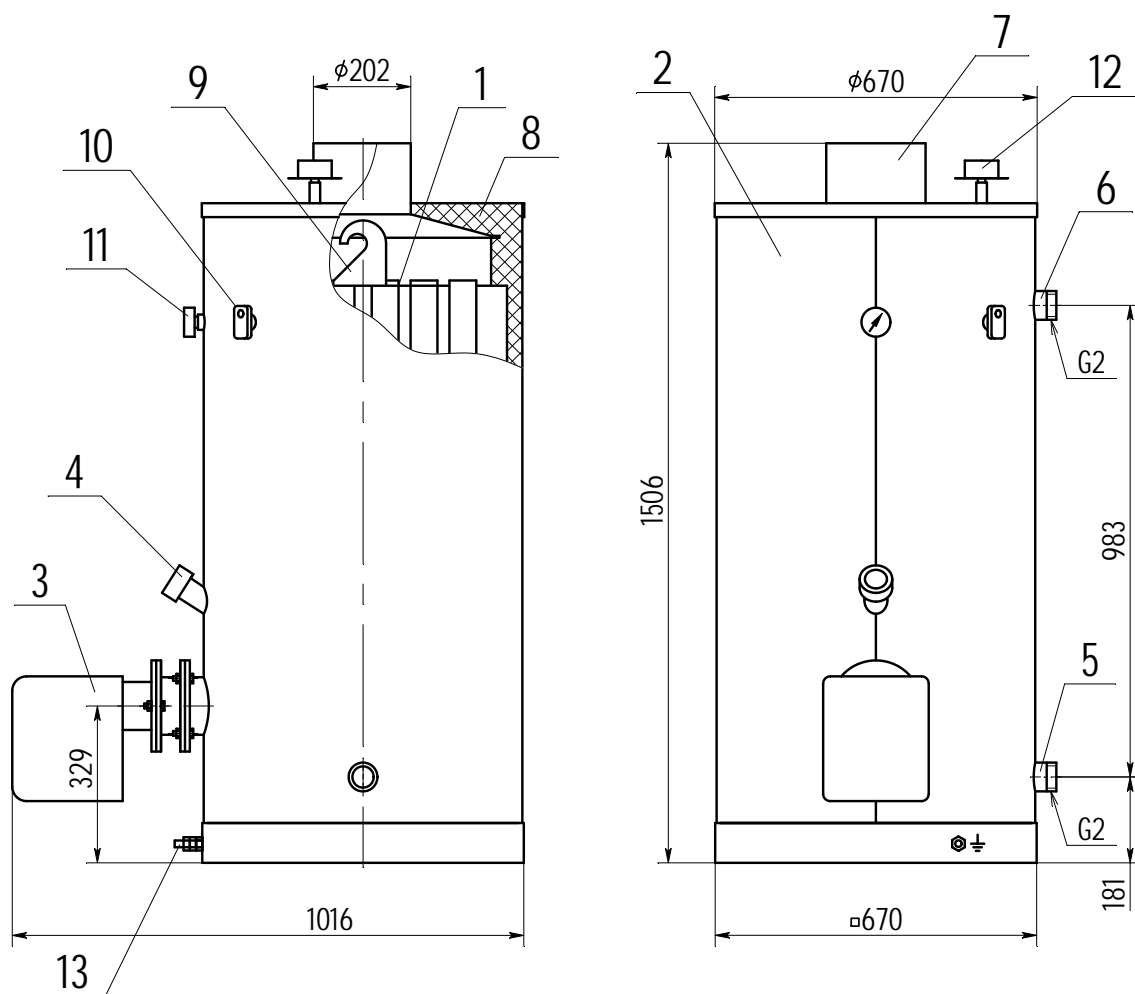

Рисунок 1
7.3. Установить с помощью термостата (поз.10, рис.1) необходимую температуру воды.